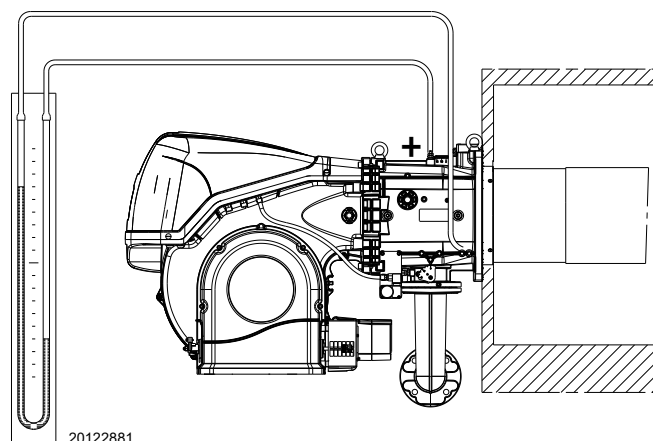

Fig. 31
- Monter un manomètre en U ou un manomètre de type différentiel (Fig. 31), avec prise (+) sur la pression du gaz du manchon et (-) dans la chambre de combustion. Il sert à mesurer approximativement la puissance MAX. du brûleur, à l'aide du .